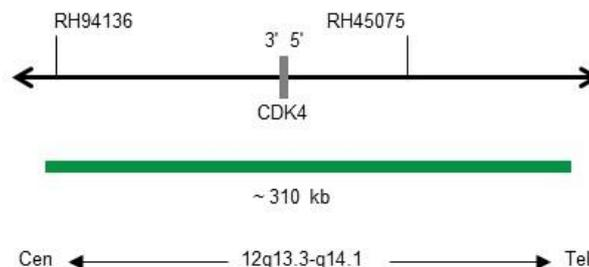

Fig. 1: SPEC CDK4 Cartographie de la sonde (pas à l'échelle)
- Polynucléotides marqués à la digoxigénine (~1,1 ng/μl), qui visent la cartographie des séquences dans 12q13.3-q14.1* (chr12:58,004,553-58,313,271) hébergeant la région du gène CDK4 (voir Fig. 1).